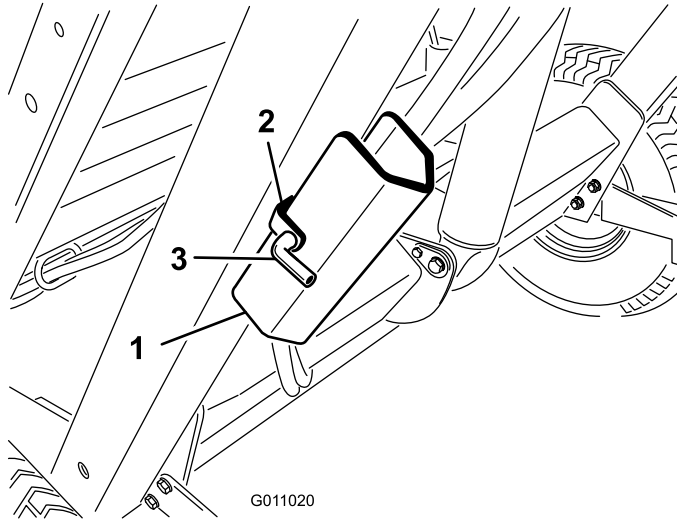

Figura 23
2. Retire el pasador de horquilla y el pasador de sujeción que fijan el soporte de seguridad a su soporte en el bastidor de la barredora (Figura 23). Retire el soporte de seguridad.